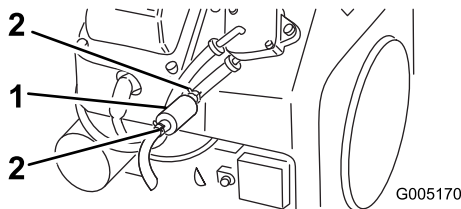

Figure 25
4. Pincez les extrémités des colliers et faites glisser ceux-ci pour les éloigner du filtre (Figure 25).
5. Placez un bac de vidange sous les conduites d'alimentation pour recueillir le carburant qui s'écoule, puis enlevez le filtre des conduites (Figure 25).